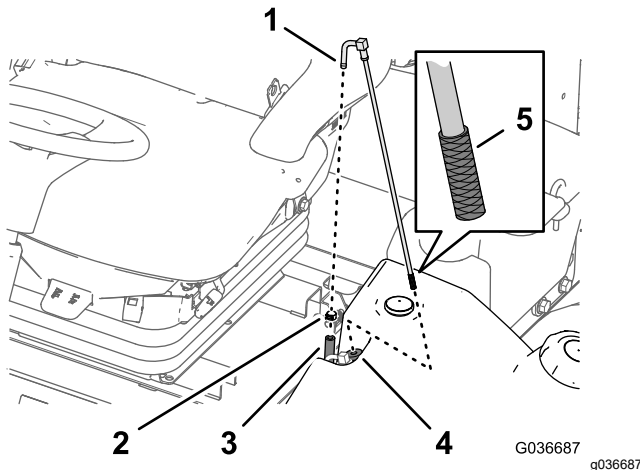

Bild 91
1. Entfernen Sie die Schlauchklemme, mit der der Kraftstoffzulaufschlauch am Anschlussstück des Kraftstoffansaugschlauchs befestigt ist (Bild 91).
2. Schließen Sie den Schlauch vom Anschlussstück ab (Bild 91).
3. Nehmen Sie den Kraftstoffansaugschlauch vom Kraftstofftank ab (Bild 91).
4. Reinigen Sie das Sieb am Ende des Kraftstoffansaugschlauchs (Bild 91).
5. Stecken Sie den Kraftstoffansaugschlauch durch die Gummibüchse in den Kraftstofftank (Bild 91).